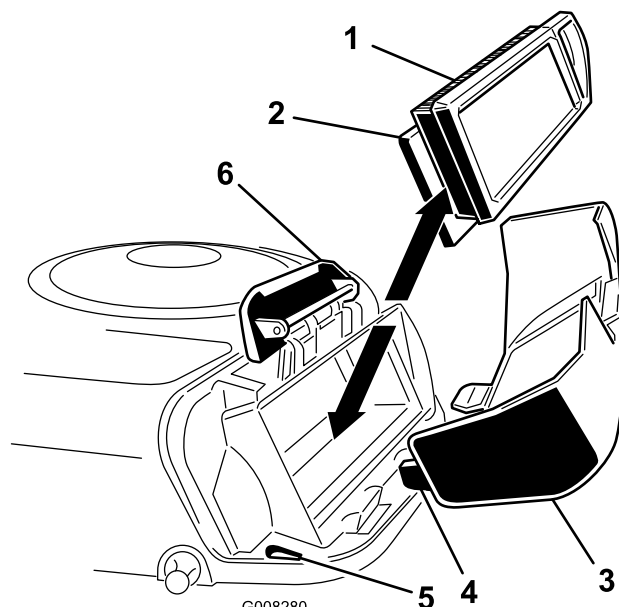

Figura 21
4. Estraete con cautela l'elemento in schiuma sintetica e l'elemento di carta dal convogliatore (Figura 21).
2. Allineate le linguette del coperchio del filtro dell'aria con le fessure del convogliatore (Figura 21). Agganciate il manico sul coperchio, quindi premete sul manico per fissare saldamente il coperchio.